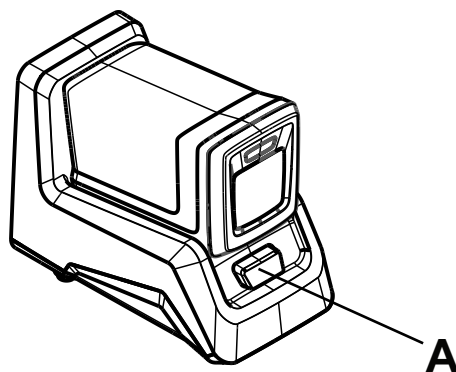

Figure 11 – Recharge de la batterie
2. Appuyer sur le bouton de déblocage de la batterie (A) et faire glisser la batterie chargée pour la sortir du chargeur (Figure 11).